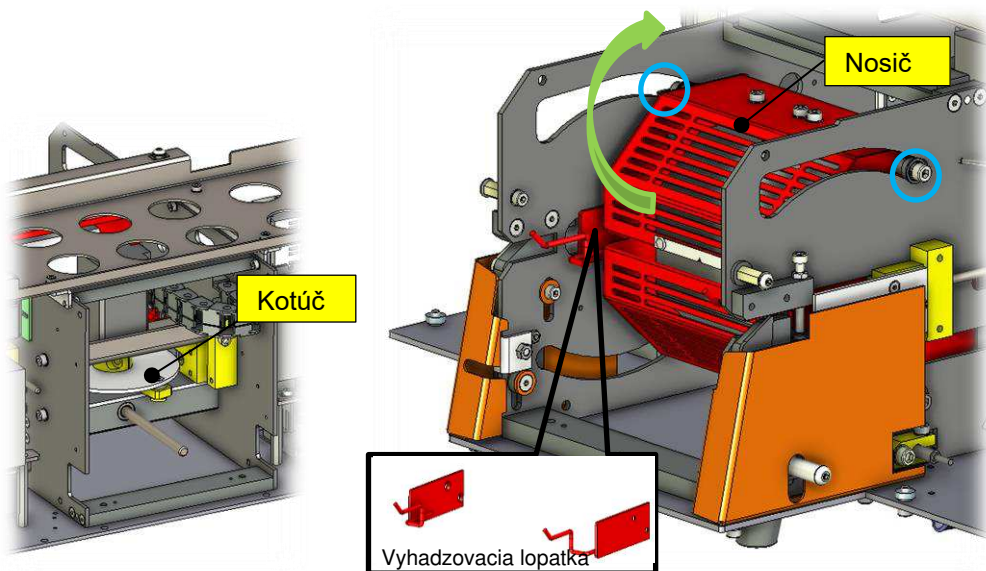

Fig.5 Výmena vyhadzovacej lopatky
3. Fig.5 , pri modeloch RBK3 a RBK4 sa musí vymeniť vyhadzovacia lopatka (Č. DIELU TE: 2234840-1 a 2234840-2).